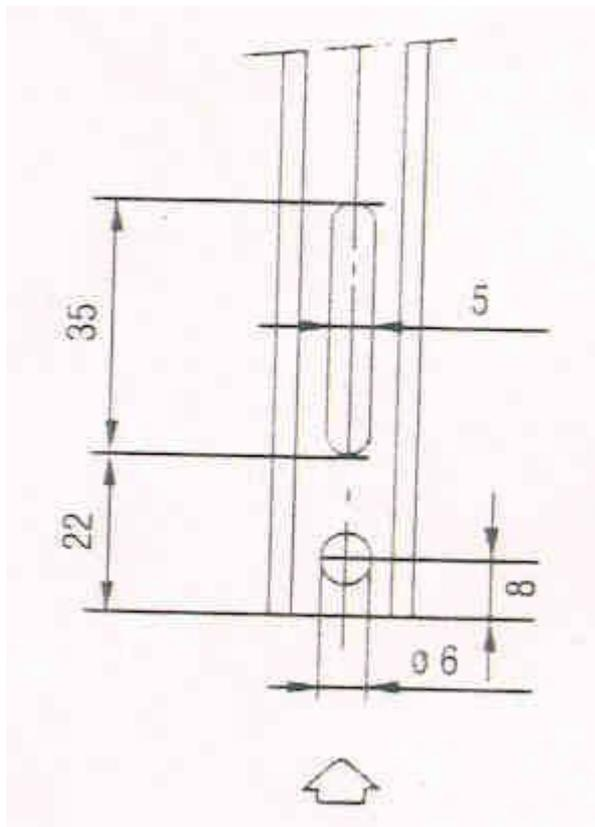

Рис.8
- 1) Прodelать отверстия и прорезы в тягах, как показано на рис. 8